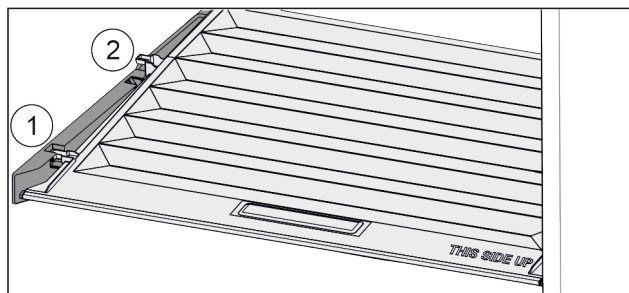

Fig. 29
- Húzza előre Fig. 29 (1) a fedelet a tartóelemek nyílásáig.
- Emelje meg hátul alulról, és felfelé vegye ki Fig. 29 (2).